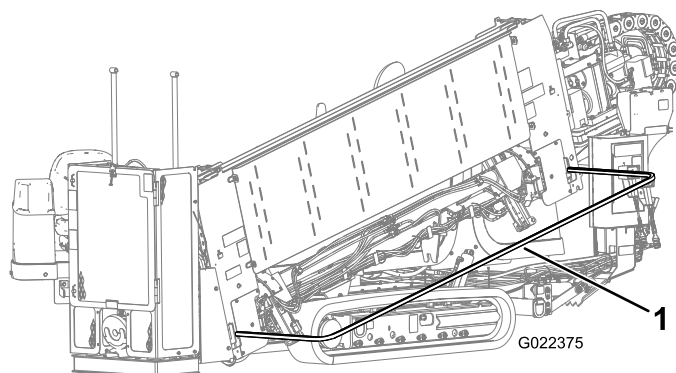

Figura 76
- Abaixe a barra de segurança de pedestres e fixe-a em sua posição (Figura 76).